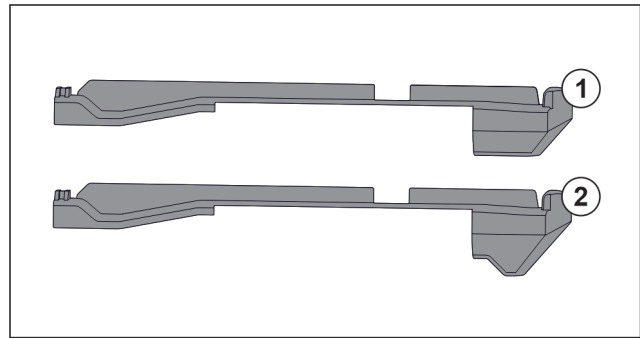

Fig. 123 Vergleich der Aufsteckteile
Im Gerät befinden sich zwei unterschiedliche Aufsteckteile. Das Aufsteckteil über dem untersten Schubfach Fig. 123 (2) hat eine dreieckige Kante. Alle anderen Aufsteckteile Fig. 123 (1) haben eine gerade Kante.
- ▶ Aufsteckteil Fig. 123 (2) mit der dreieckigen Kante über dem untersten Schubfach anbringen.
- ▶ Aufsteckteil Fig. 123 (1) mit der geraden Kante an allen anderen Stellen anbringen.